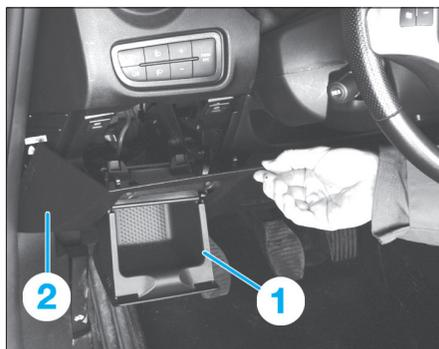

Fig. 4
- Ouvrir le vide-poches (1), puis dégraffer la trappe d'accès aux fusibles (2) (Fig.4).